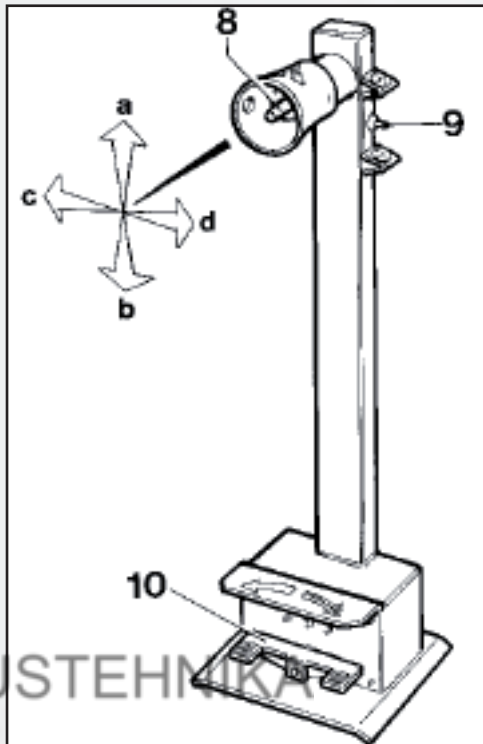

Рисунок 7
Мобильная стойка управления (рис.7) позволяет оператору выбрать рабочее положение, наиболее удобное для каждого из случаев. На этой стойке сконцентрированы все команды, а именно: манипулятор 8 (рис.7) в положении «а» поднимает кронштейн самоцентрирующейся цапги; в положении «b» - его опускает; в положении «c» приближает инструментальную каретку и мобильную платформу к самоцентрирующейся цапге; а в положении «d» - отдаляет.
- выключатель 9 (рис.7): при повороте вверх открывает зажимы самоцентрирующейся цапги (блокирует); при повороте вниз закрывает зажимы (разблокирует).
- педаль 10 (рис.7): при нажатии на правую или левую сторону вращает самоцентрирующую зажимную цапгу соответственно направлению стрелок.